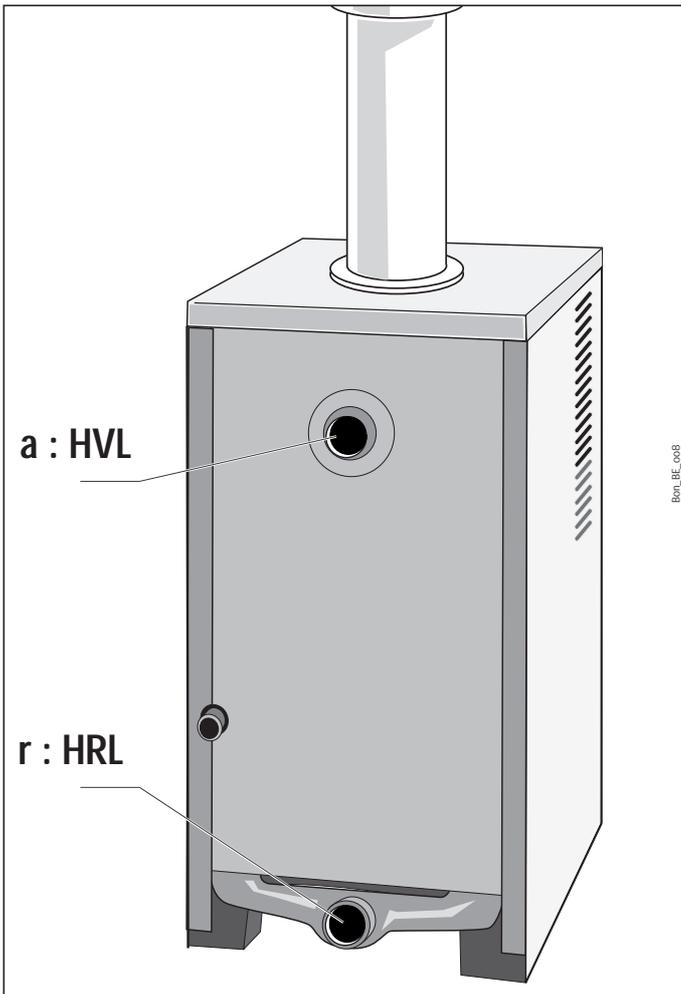

Abb. 4.2 Heizungsseitiger Anschluß
- Den Heizungsvorlauf (HVL) und -rücklauf (HRL) entsprechend den Angaben in Abb. 4.2 installieren.
- De vertrek (a)- en retour(r)leidingen verwarming conform de gegevens op afb. 4.2 installeren en aansluiten.
- Monter le départ (a) et le retour (r) chauffage comme indiqué dans la fig. 4.2.